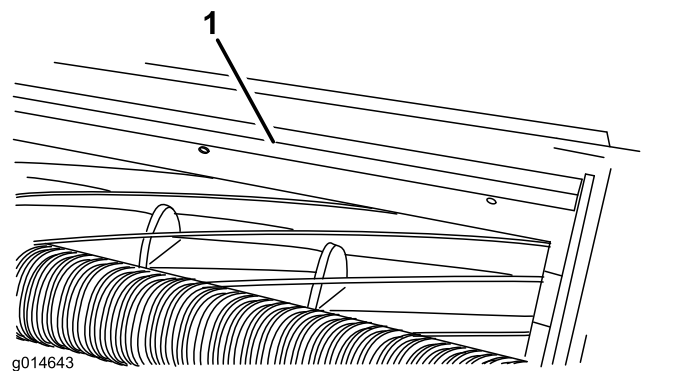

図 12
1. バー 図 12 をカッティングユニットに固定しているねじをゆるめる。